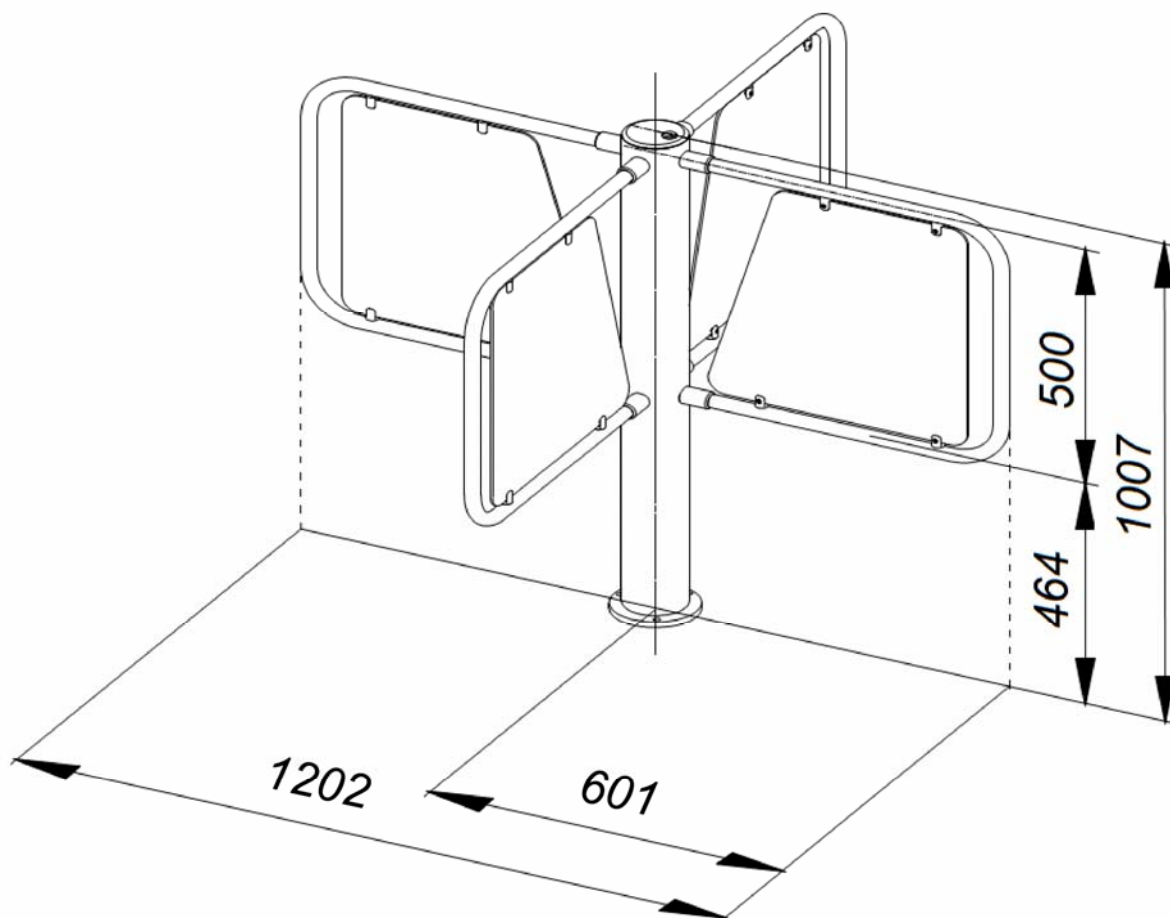
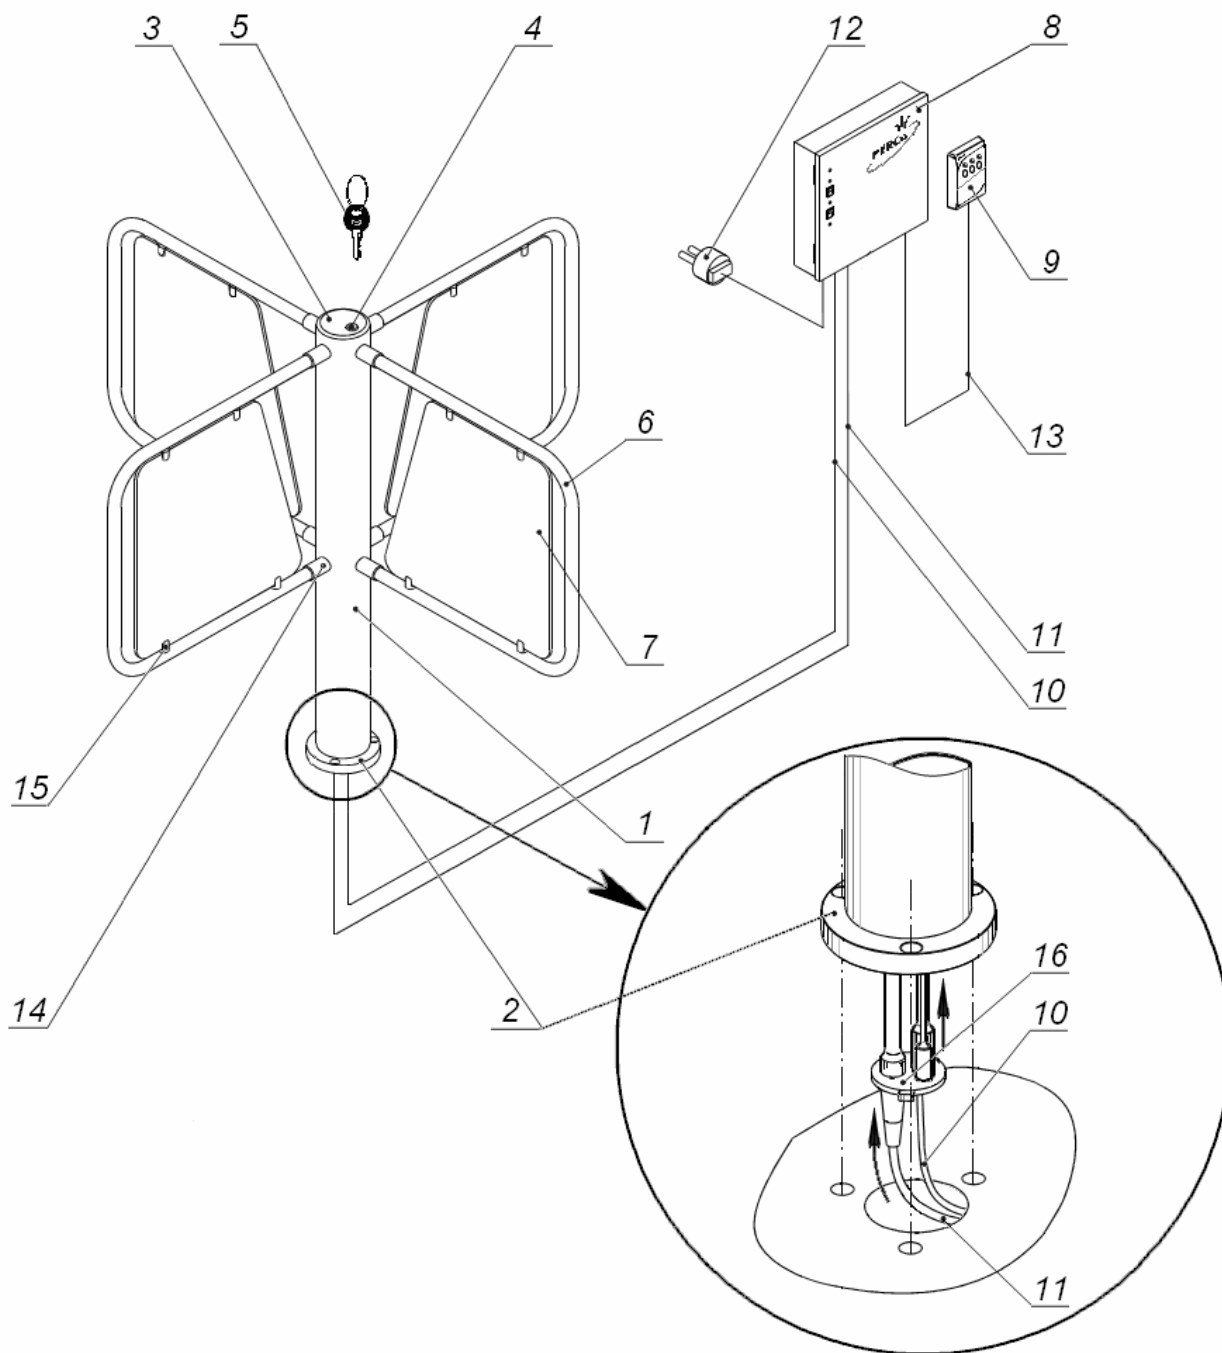

Рисунок 1. Габаритные размеры турникета
Рисунок 2. Общий вид турникета
Общий вид турникета показан на рис. 2. Номера позиций в тексте настоящего Руководства по эксплуатации указаны в соответствии с рис. 2, кроме оговоренных особо. Габаритные размеры турникета (без формователя прохода) приведены на рис. 1.
БУ (8) (см. рис. 2 и 5) предназначен для электропитания узлов турникета и реализации алгоритма управления. Он выполнен в виде отдельного прибора в закрытом металлическом корпусе, обеспечивающем настенное крепление с антисдергивающей фиксацией. Возможно настольное применение БУ. В корпусе БУ находятся: силовой трансформатор, модуль ИП, модуль процессорный, два аккумулятора внутреннего РИП.